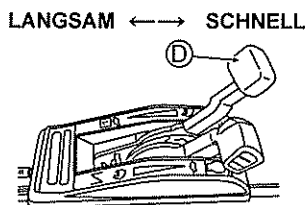

Abb. 19.
5 Passen Sie die Geschwindigkeit mithilfe des Ganghebels (D) an. (Siehe Abb. 19.)